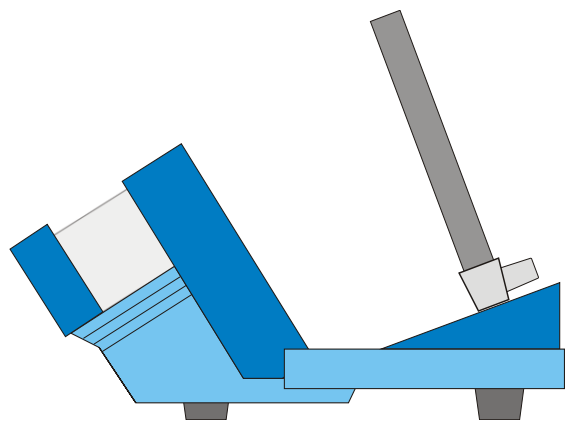

Fig. 2 Montagem das bobinas para campo axial
- Instalar o pé da bobina na frente na calha. Prestar atenção para que os conectores estejam virados para fora (ver fig. 2).